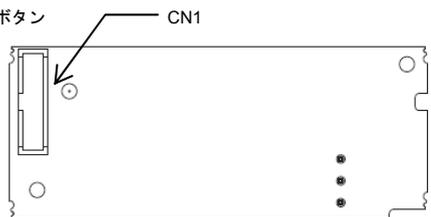

図 2-2 カード裏面
- (4) カード上にバーコードシールが貼付けてあることを確認してください(図 2-2)。また貼付け前のバーコードシールが製品に 1 枚同梱されていることを確認してください。
- (2) インタフェースカードの裏面(図2-2)のCN1を、インバータ本体の制御プリント基板の接続ポートへ差し込み、付属ねじで固定してください。(図4-2)